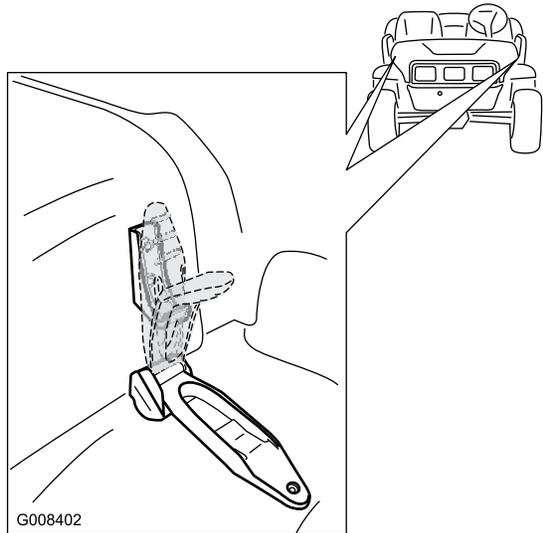

Рисунок 22
1. Поднимите ручки резиновых защелок с каждой стороны капота (Рисунок 22).
2. Закрепите капот, совместив резиновые защелки с фиксаторами защелок с каждой стороны капота (Рисунок 22).